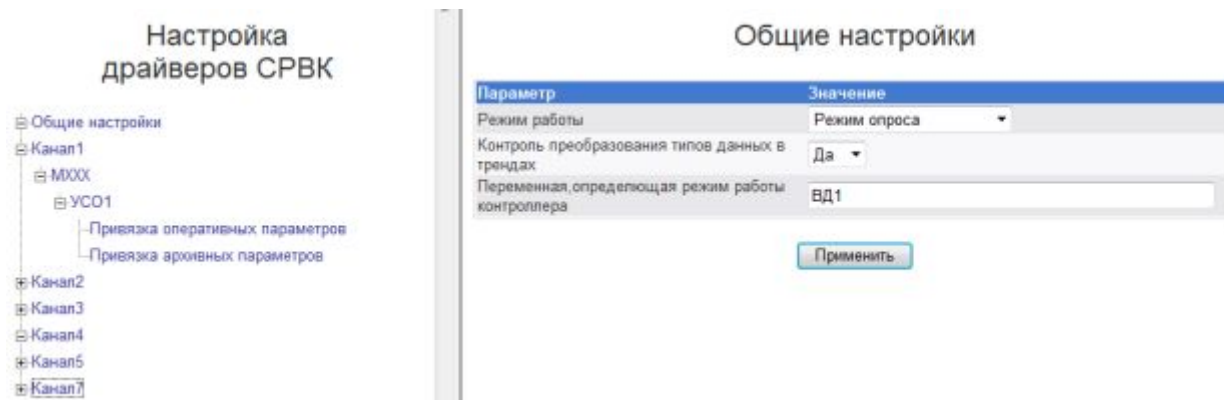

Рисунок 3.12 – Настройка параметров работы драйверов СРВК
- 2 В появившейся странице «Настройка драйверов СРВК» (рисунок 3.12) задать значения параметров работы драйверов